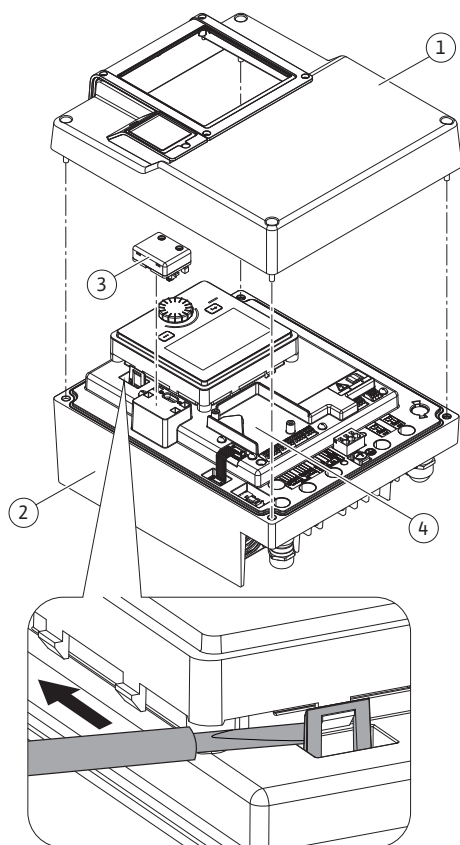
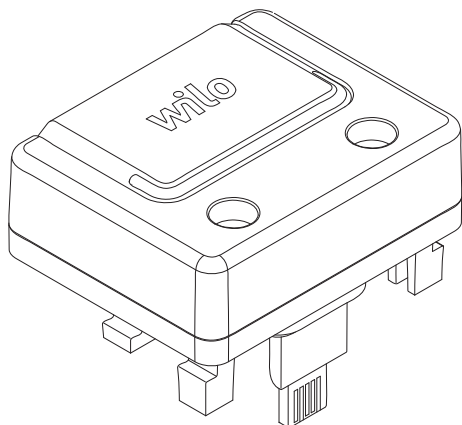

Fig. 26: Elektronikkmodul
Fig. 27: Wilo-Smart Connect modul BT
Bluetooth-grensesnittet Wilo-Smart Connect modul BT (Fig. 26, pos. 3 og Fig. 27) brukes for tilkobling til mobile enheter som smarttelefoner og nettbrett. I Wilo-Assistant-appen er Wilo-Smart Connect-funksjonen. Med Wilo-Smart Connect-funksjonen kan man styre og stille inn pumpen samt lese ut pumpedata. For innstillinger kan du se kapittelet «Oppstart» [► 44].
1. Løsne de fire skruene til overdelen (Fig. 26, pos 1; Fig. I, pos. 2) av elektronikkmodulen.
3. Sett inn Wilo-Smart Connect modul BT på tiltenkt grensesnitt Wilo-Connectivity Interface. Se Fig. 26, pos. 3.
CIF-moduler (tilbehør) brukes for kommunikasjon mellom pumper og bygningautomatiseringsteknikk. CIF-modulene er koblet til elektronikkmodulen (Fig. 26, pos. 4)